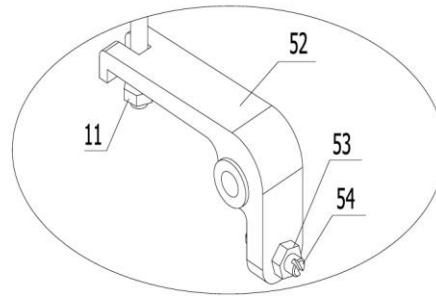

Рисунок 4.
4.2 Болт (53), показанный на рис.4, предназначен для регулировки тележки. Если тележка сразу опускается после подъема, слегка поверните болт (53) против часовой стрелки. Затем попробуйте вновь поднять тележку. Повторите это действие, пока тележка не будет подниматься нормально. Если после подъема тележка не опускается, поверните слегка болт (53) по часовой стрелке. Затем попробуйте вновь поднять тележку. Повторите это действие, пока тележка не будет подниматься нормально. Шестигранная гайка 54 на болте (53) выполняет функцию замка. Поэтому перед регулировкой ее необходимо открутить и закрутить обратно по окончании регулировки.